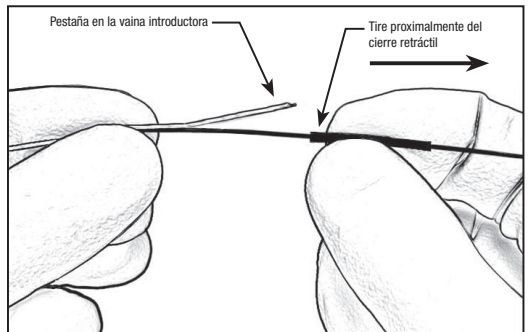

Figura 3. Tire proximalmente del cierre retráctil
15. Sujete el dispositivo justo distal al cierre retráctil y tire del cierre retráctil proximalmente para exponer la pestaña de la vaina introductora. Consulte la figura 3.